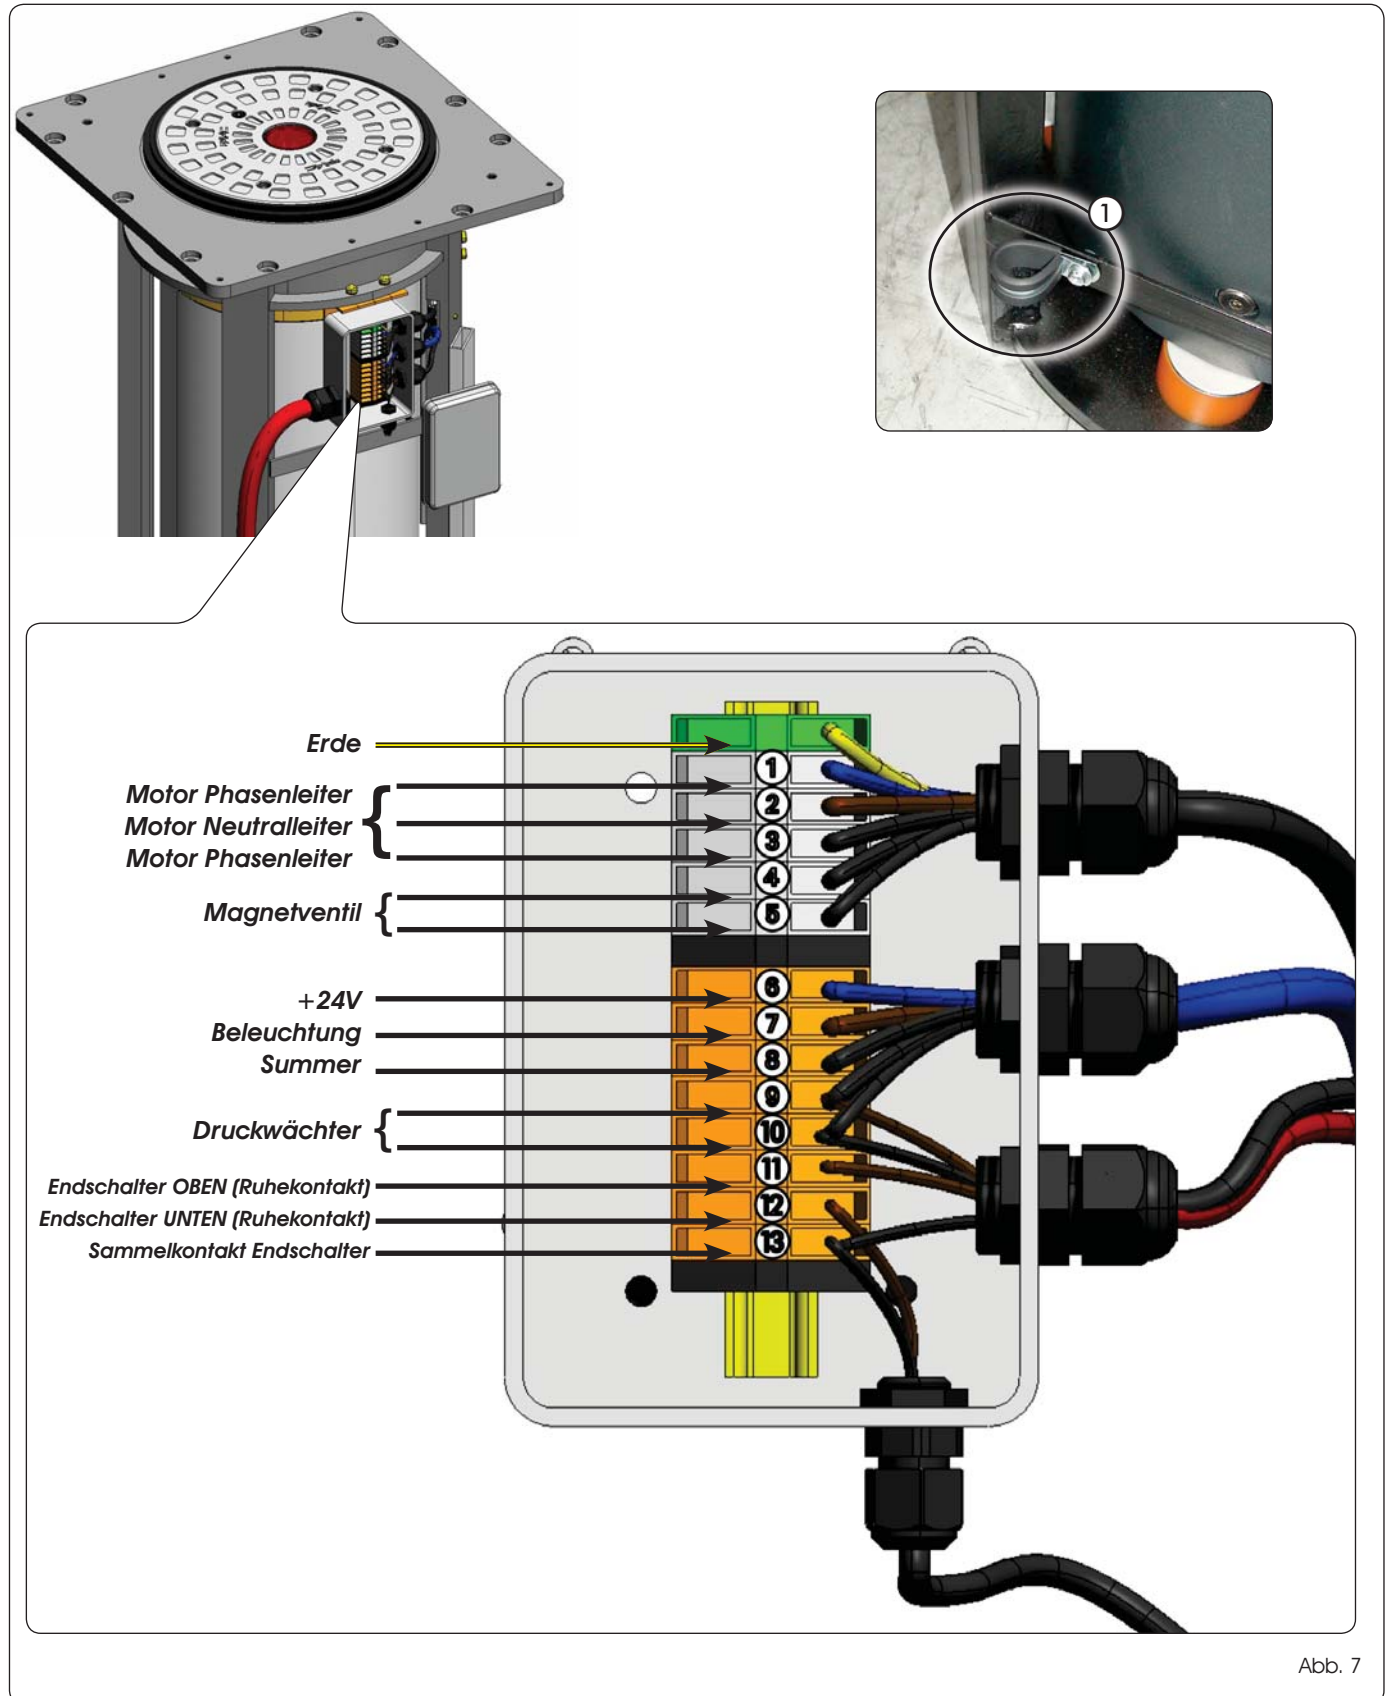

Abb. 7
Für den Anschluss des Pollers an die Steuereinheit ein mehrpoliges Kabel Typ **FG7OR-0,6/1kV-16G1,5 (16 Kabel zu 1,5 mm²) mit einer Länge von maximal 50 m** verwenden. Dieses Kabel muss in einer Ummantelung \varnothing 45 mm verlegt werden, die an der entsprechenden Kabelschelle im unteren Teil des Rahmens (Abb. 7, Bez. ①) befestigt werden und aus dem Einfahrtschacht um 1,2 m (Version H 600) bzw. 1,6 m (Version H 800) heraustreten muss.